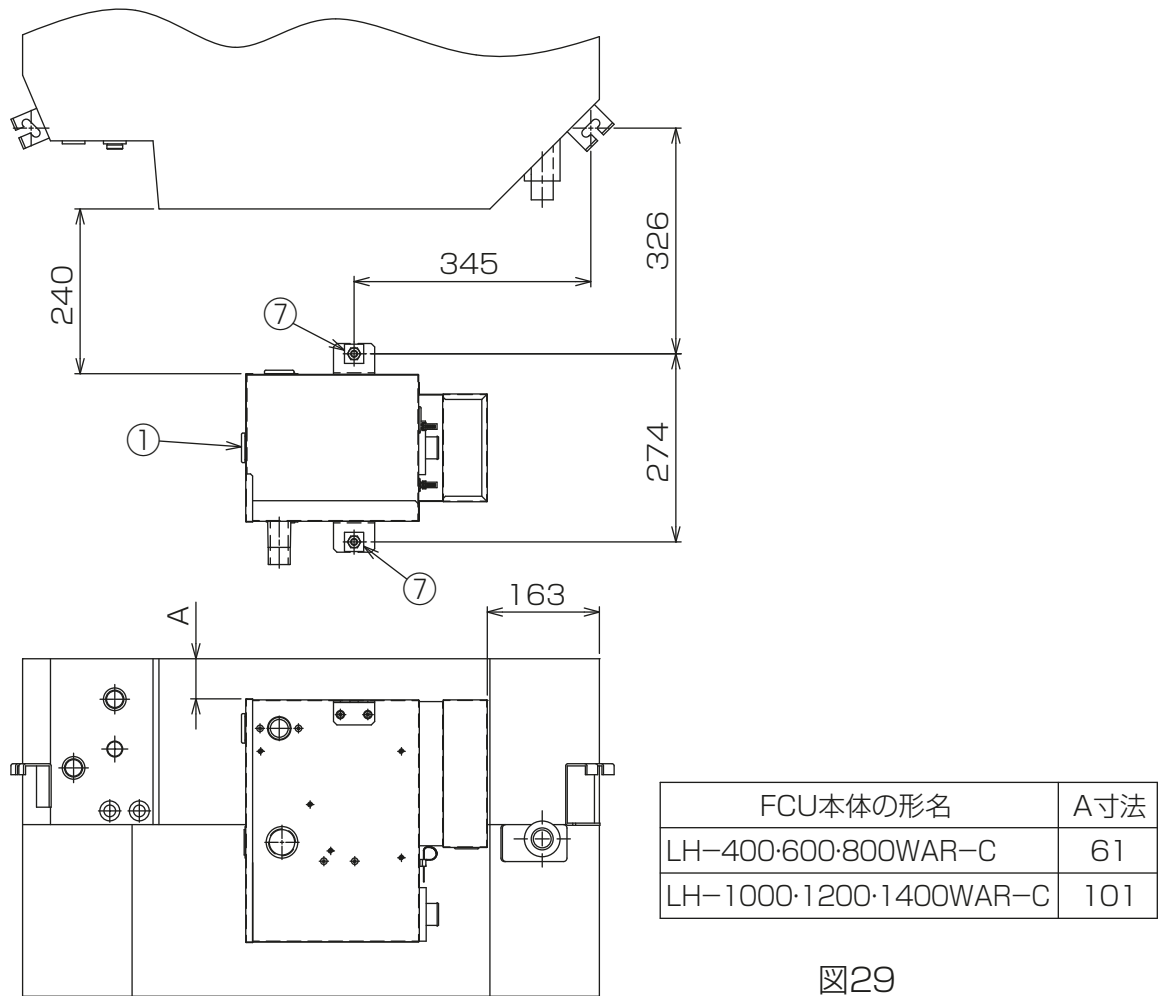

図29
FCU本体横に品番①ドレンアップメカを設置してください。[図29]